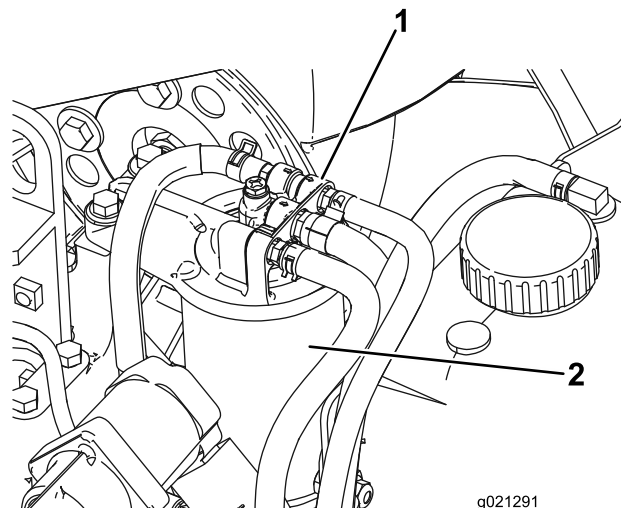

図 63
1. 燃料フィルタのヘッドの周囲をきれいに拭く図 63。
2. フィルタを外してフィルタヘッドの取り付け部をきれいに拭く図 63。